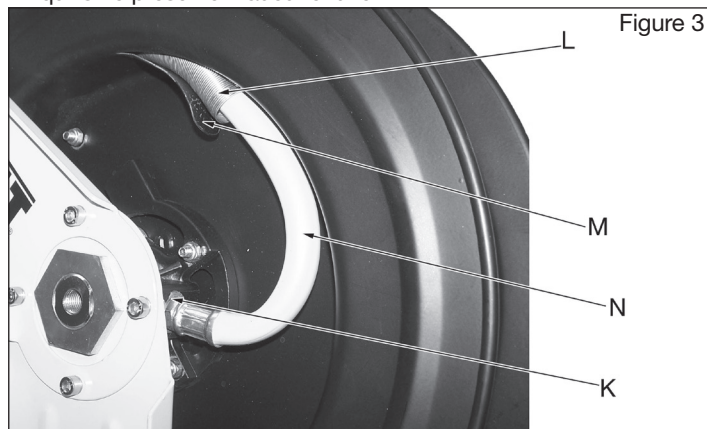

Figure 3
5. Déconnectez délicatement l'extrémité du tuyau (K) du côté de l'enrouleur, puis retirez le tuyau à remplacer.
6. Retirez le ressort de protection (L) du tuyau à remplacer. Installez le ressort de protection (L) sur le nouveau tuyau et faites passer le tuyau par le support cylindrique du guide tuyau, puis dans l'encoche située dans le tambour (M).
7. Appliquez un joint d'étanchéité sur les filetages du tuyau, connectez le tuyau à l'enrouleur (K), puis serrez-le.
8. Attachez le tuyau à l'intérieur du tambour à l'aide du collier de serrage. Avant de serrer le collier, faites en sorte que le tuyau ait une courbe large (N) et qu'il ne présente aucun nœud.
9. Assurez-vous que le ressort de protection du tuyau (L) a été placé au bon endroit (voir Figure 3).